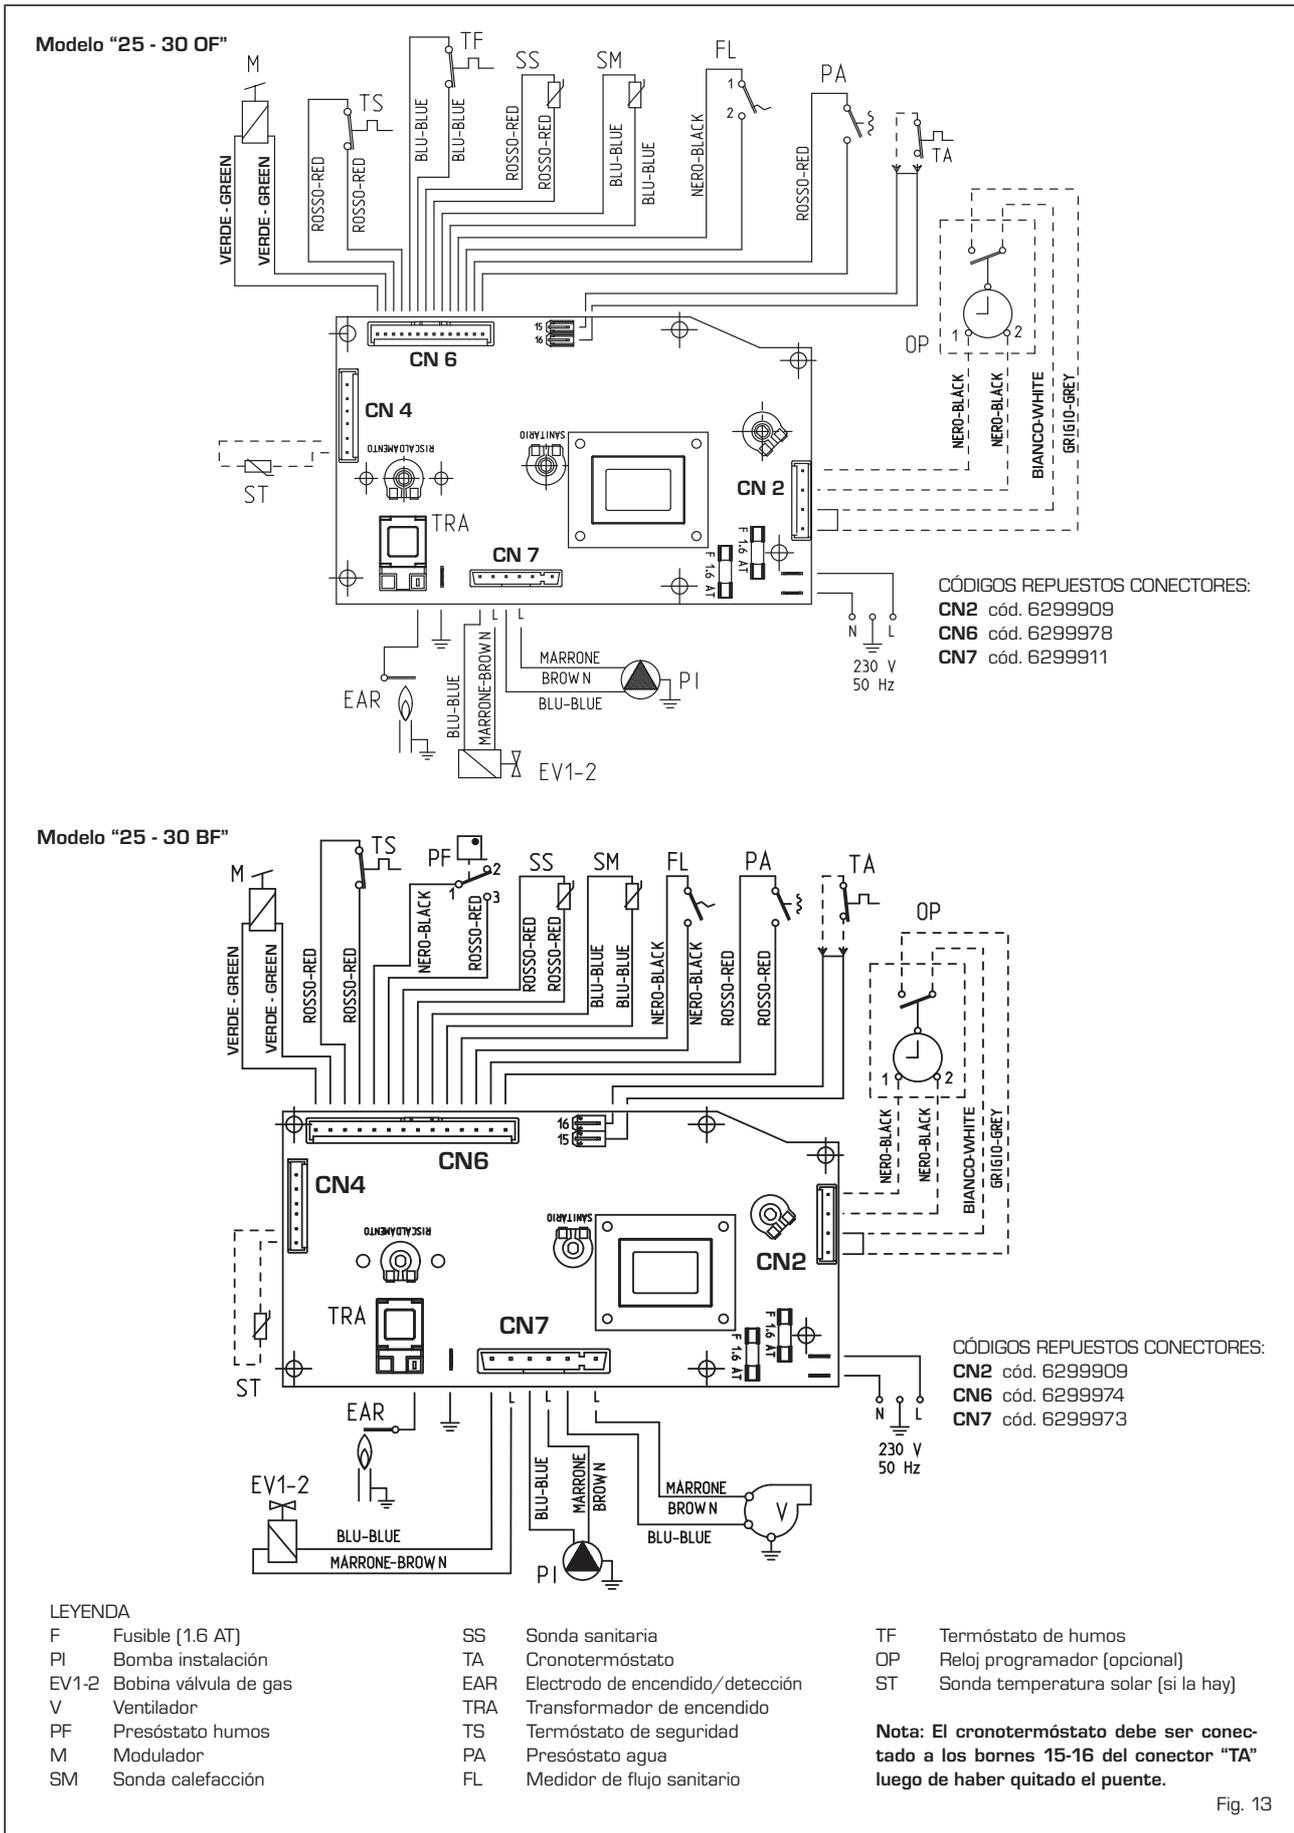

Fig. 13
2.12.1 Cuadro eléctrico (fig. 13)
2.12.2 Conexión del cronotermóstato (fig. 13)